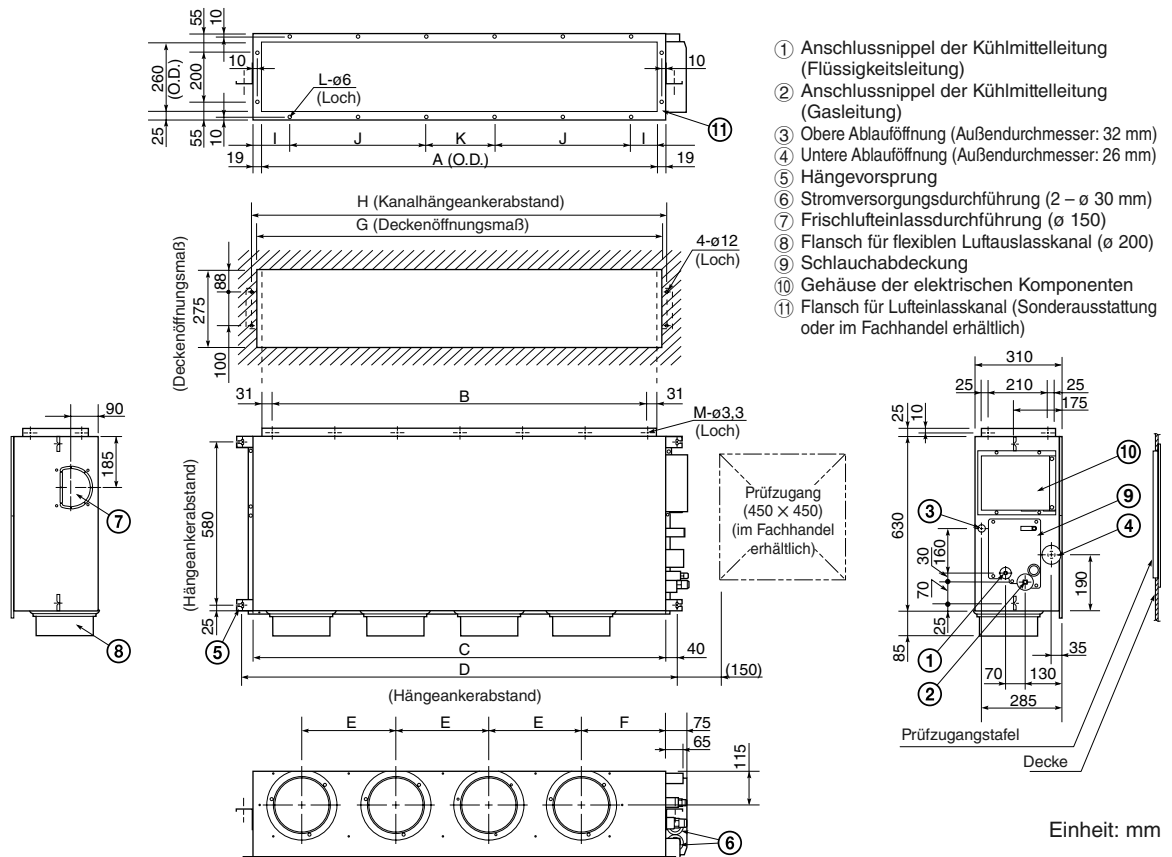

Abb. 3-135
- Abb. 3-135 und Tabelle 3-6 enthalten die genauen Abmessungen der Inneneinheit.